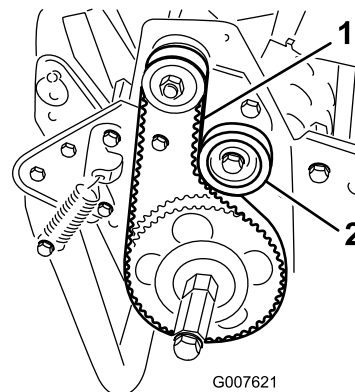

Figure 39
2. Contrôlez la tension en exerçant une force de 18 à 22 N sur le brin à mi-distance entre les poulies (Figure 39).
- A. Desserrez l'écrou de fixation de la poulie de tension et faites pivoter la poulie dans le sens horaire contre l'arrière de la courroie jusqu'à ce que vous obteniez la tension voulue (Figure 39).